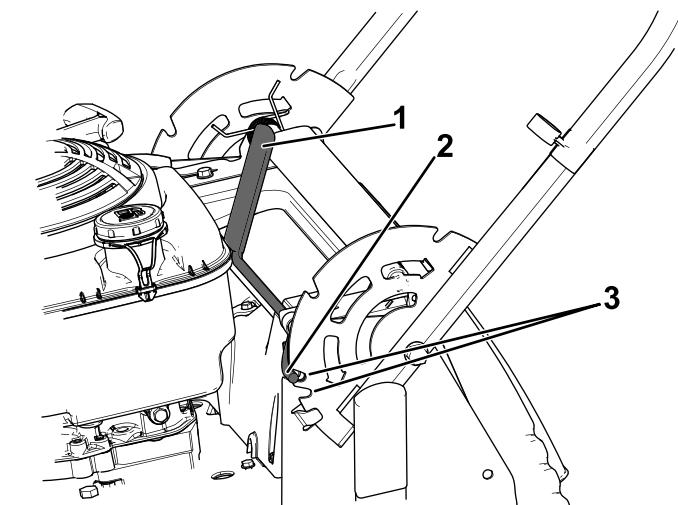

Figura 15
1. Tirate indietro la leva del blocco della maniglia per disinserire i relativi perni (Figura 15).
2. Fate ruotare la maniglia e allineate la tacca desiderata nella staffa della maniglia ai perni del blocco della maniglia; fate riferimento a **Figura 15**.